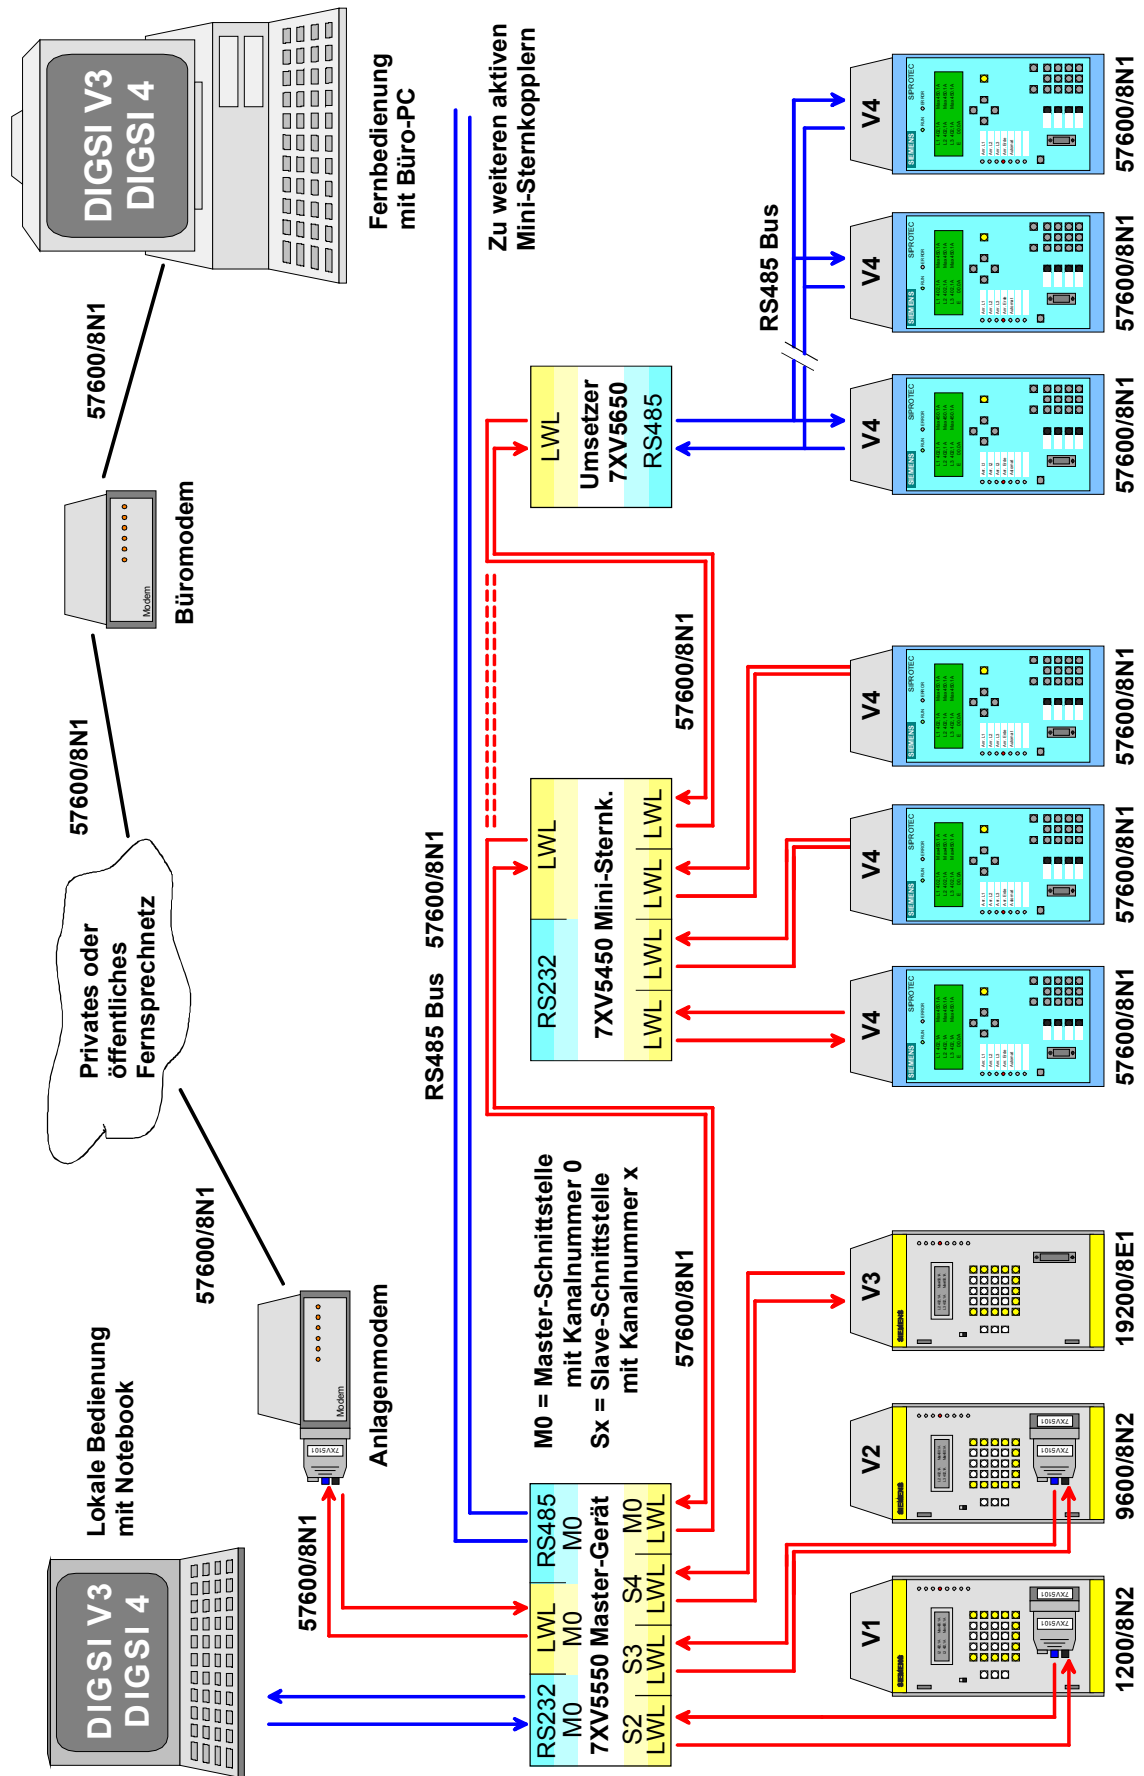

Bild 6: Bedienung der Schutzgeräte V1/2, V3 und SIPROTEC 4
für die in Bild 6 dargestellte Anwendung.
Die RS232-Schnittstelle am **Anschluss 7** (in Bild 6 RS232/M0) ist als Master-Schnittstelle (0) parametrierbar und dient der lokalen-, zentralen Bedienung von Schutzgeräten bzw. der Parametrierung des aktiven Mini-Sternkopplers.
Die optische Schnittstelle am **Anschluss 1** (in Bild 6 LWL/M0) ist als Master-Schnittstelle mit dem Modem verbunden. Über sie erfolgt die Fernbedienung. Soll der automatische Baudratenabgleich des Modems über diese Schnittstelle erfolgen, muss das **Ping** auf **JA** gestellt werden.
Die RS485-Schnittstelle am **Anschluss 6** (in Bild 6 RS485/M0) ist ebenfalls als Master-Schnittstelle parametrierbar. Sie leitet die Daten von den anderen Master-Schnittstellen (**Anschluss 1 oder 7**) transparent an weitere Aktive Mini-Sternkoppler weiter.
Die optischen Schnittstellen an den **Anschlüssen 2-4** sind als Slave-Schnittstellen eingestellt und werden dann angesprochen, wenn aktiv von den Master-Schnittstellen zur Slave-Schnittstelle (Schutzgeräte V1/2/3) durchgeschaltet wird. Diese Funktion wird komfortabel von DIGSI V3 unterstützt. Statt dem Schutzgerät V3 am **Kanal 4** des aktiven Mini-Sternkopplers (in Bild 6 LWL/S4) kann auch ein Mini-Sternkoppler zur Bedienung mehrerer V3 Geräte eingesetzt werden. In DIGSI V3 muss dann für alle Schutzgeräte V3 der Kanal 4 eingegeben werden.
Die optische Schnittstelle am **Anschluss 5** (in Bild 6 LWL/M0, rechts unten) ist auch als Master-Schnittstelle eingestellt. Da die SIPROTEC 4 Schutzgeräte adressierbar sind, kann die zentrale Bedienung transparent über Master-Schnittstellen, Mini-Sternkoppler und/oder LWL-RS485 Umsetzer erfolgen.
Für die Bedienung von Schutzgeräten V3 mit anderen Schnittstellen, z.B. RS232 oder RS485 (siehe Bild 6), können auch entsprechende Umsetzer nachgeschaltet werden.